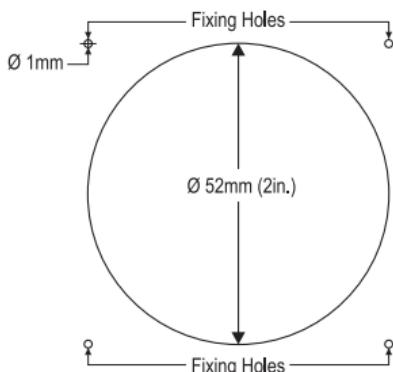

Fig.1
- Collez le gabarit de perçage dans la position de montage souhaitée (voir Fig. 1)